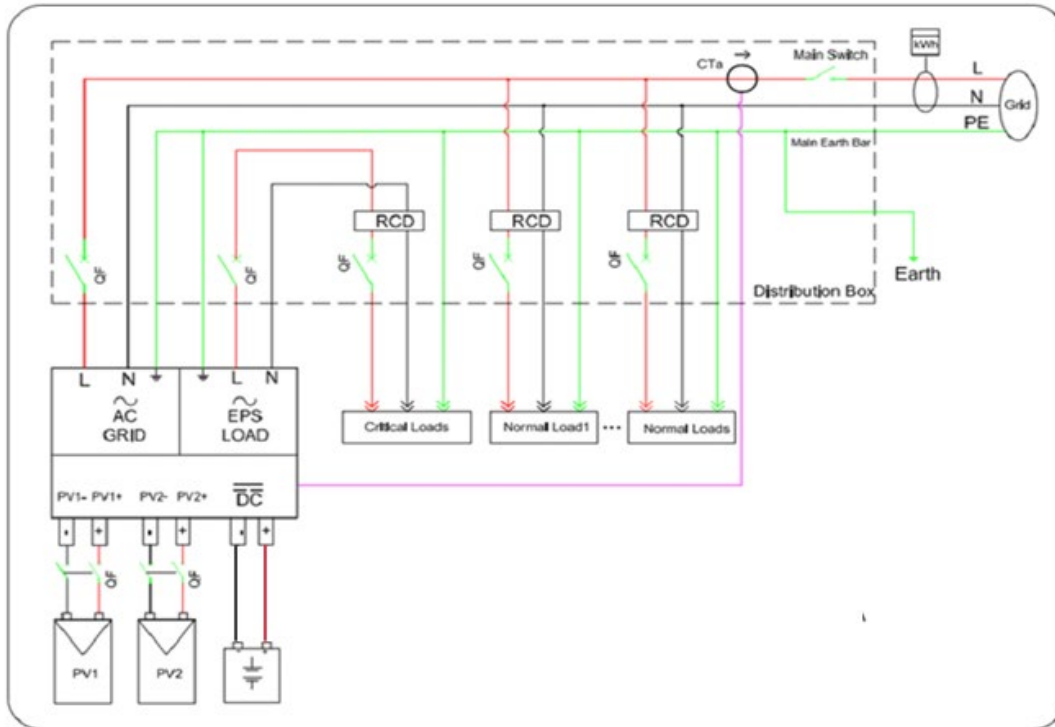

Abbildung 6 - Stromanschlüsse
Phase 1: Die 4 Schrauben (A) mit einem Schraubenzieher lockern (Abb. 6).